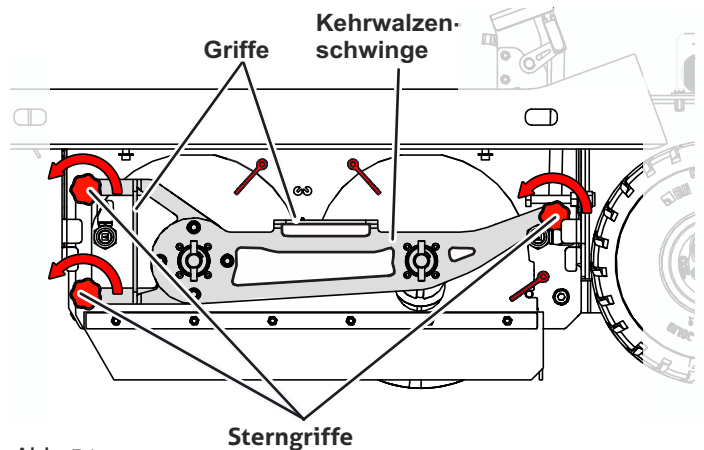

Abb. 51
- Lösen Sie drei Sterngriffe (Abb. 51)
- Kehrwalzenschwinge an den Griffen (Abb. 51) herausziehen.